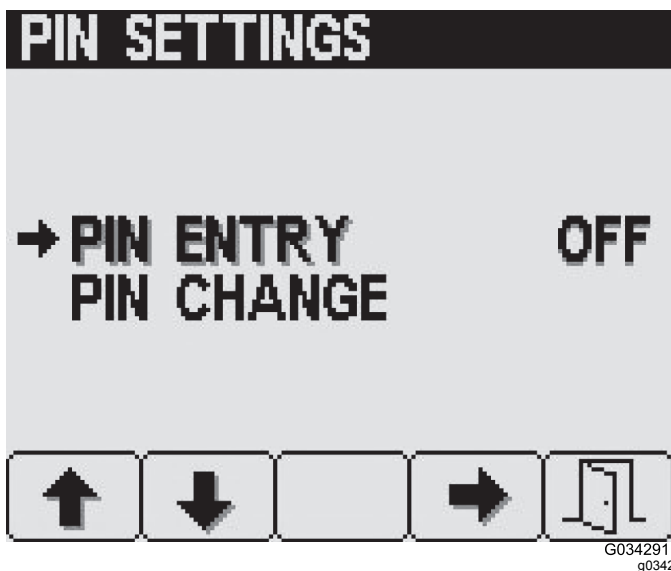

Figure 33
3. Dans l'écran Réglages code PIN, appuyez sur le bouton 4 pour sélectionner l'option Saisie du code PIN et pour ACTIVER ou DÉACTIVER le code PIN (Figure 33).